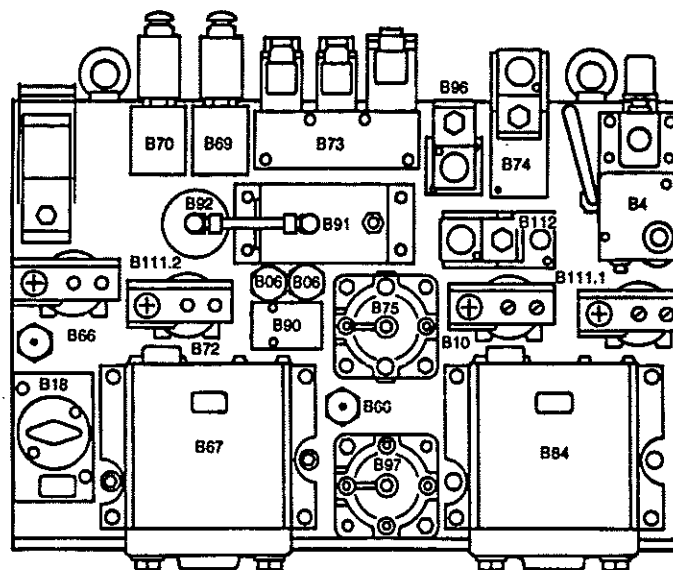

fig 9
2.2.3.2. Panel de mando de freno (fig.9)